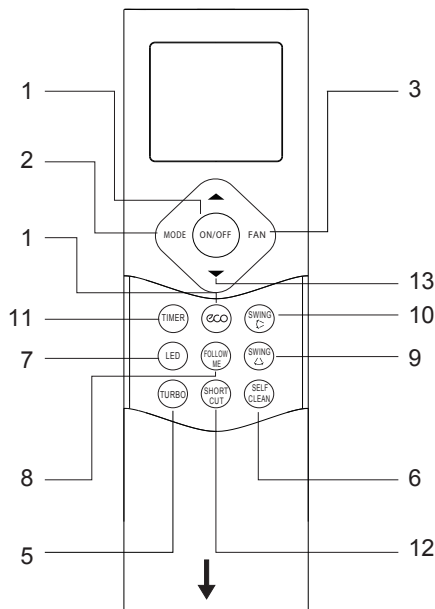
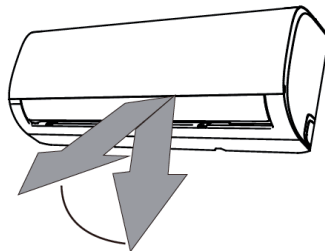

fig. 1 -
fig. 7 -
Pilot ("fig. 1 -") posiada szereg przycisków oraz wyświetlacz, na którym wyświetlane są wszystkie aktywne funkcje oraz różne parametry potrzebne użytkownikowi oraz instalatorowi w celu prawidłowej obsługi urządzenia.
- Tryb SWING** (nie jest wyświetlany na wyświetlaczu pilota zdalnego sterowania, wyświetlacz urządzenia wewnętrznego pokazuje "ON" przez 3 sekundy, gdy funkcja jest aktywna, "OF" przez 3 sekundy, gdy funkcja jest dezaktywowana). Naciśnięcie przycisku "SWING" aktywuje automatyczny ruch kłapy. Trzymaj wciśnięty przycisk „SWING” (część 9, rys. 1) (część 9 "fig. 1 -"), aby aktywować automatyczny ruch kłapy. Naciśnij raz przycisk „SWING” (część 9 "fig. 1 -"), aby wyregulować położenie żaluzji o 6°.
- Zamek na klucz. Jednoczesne wciśnięcie przycisków „TURBO” (część 5 "fig. 1 -") i „SELF CLEAN” (część 6 "fig. 1 -") i przytrzymanie przez jedną sekundę włącza / wyłącza blokadę klawiatury pilota.
- Funkcja skrót. Zapamiętuje aktualne ustawienia i umożliwia ich szybkie przywołanie. Naciśnij przycisk „SHORTCUT”(część 12 "fig. 1 -") przez 2 sekundy, aby zapisać bieżące ustawienia. Naciśnij przycisk „SHORTCUT”(część 12 "fig. 1 -"), aby przywołać zapisane ustawienia.
Aby wyregulować kierunek pionowego przepływu powietrza ("fig. 7 -") wychodzącego z urządzenia wewnętrznego, należy nacisnąć przycisk "SWING" (part. 9 "fig. 1 -").
Poniżej opisano znaczenie kodów wyświetlanych na wyświetlaczu urządzenia wewnętrznego ("fig. 7 -"), zamiast dwóch "88" pokazanych na rysunku.
Na wyświetlaczu pojawia się symbol przedstawiony na "fig. 7 -", szczegół 1, gdy urządzenie jest regularnie podłączone do sieci bezprzewodowej w celu zdalnego sterowania.